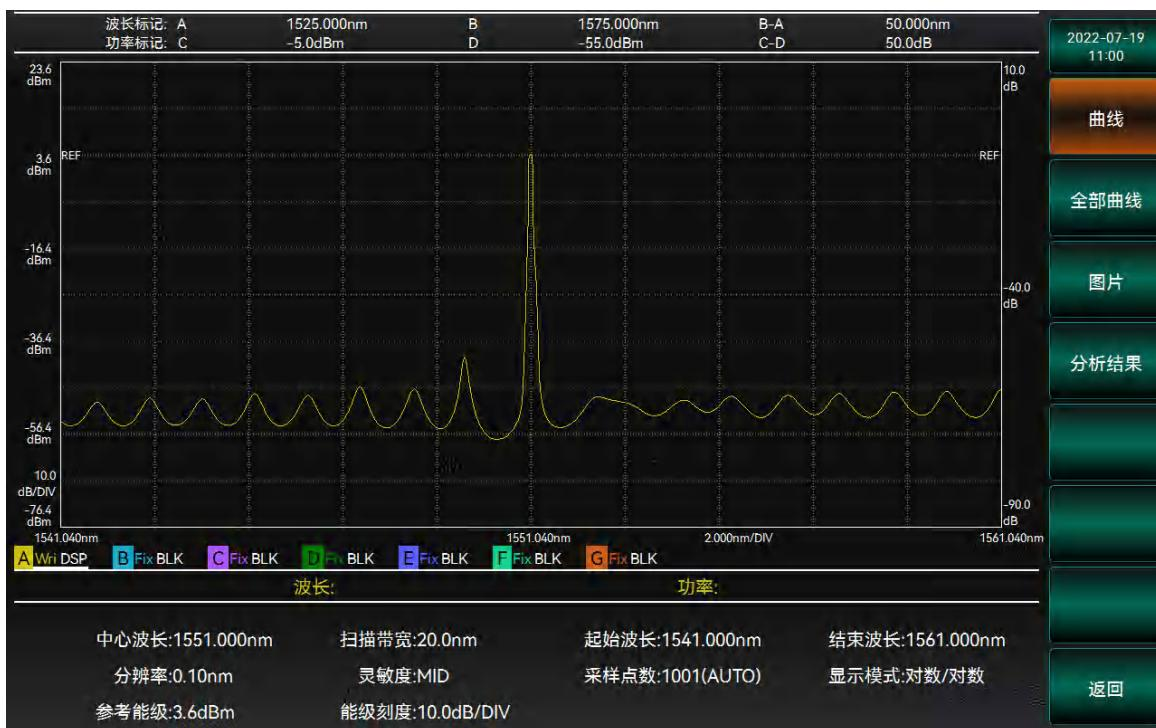

图 3-14 保存类型选择界面示意图
1. 选择【保存类型】选项，进入类型选择界面，如图3-14所示。